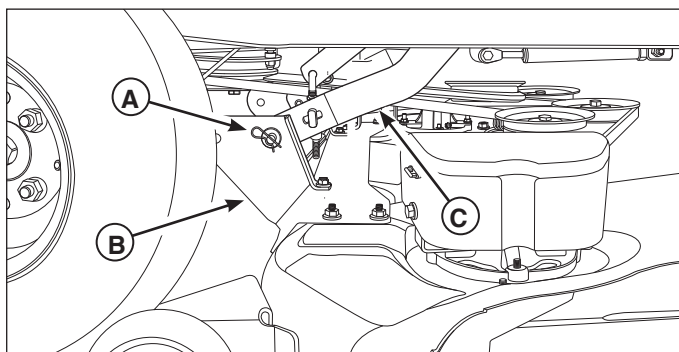

Figura 19. Componentes del elevador trasero de la cubierta
4. Quite las horquillas y arandelas (**A**, Figura 19) que sujetan los soportes traseros de la cubierta del cortacésped (**B**) a los brazos de elevación traseros (**C**), y, tirando, retire los brazos de los orificios en los soportes. Guarde todos los herrajes extraídos.
5. Inserte los brazos de elevación traseros (**C**, Figura 19) dentro de los orificios delanteros en los soportes traseros de la cubierta del cortacésped (**B**), y sujete cada uno con una arandela y una horquilla (**A**).